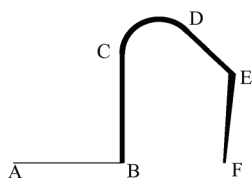

图 3-17 多段线
(2) 闭合(C)：将多段线首尾相连封闭图形。
(3) 半宽(H)：输入多段线一半的宽度。
(4) 长度(L)：输入欲绘制的直线的长度，其方向与前一直线相同或与前一圆弧相切。
(5) 放弃(U)：放弃最后绘制的一段多段线。
(6) 宽度(W)：输入多段线的宽度。
**【例 3.5】** 绘制图 3-17 所示的多段线，并将绘制的结果保存为“图 3-17.dwg”。